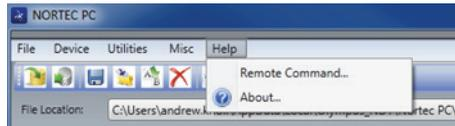

Figura 6-16 Selezione dei comandi in remoto
- ◆ Nel menu **Help** (aiuto), selezionare **Remote Command** (comando remoto) [vedere Figura 6-16 a pagina 331].